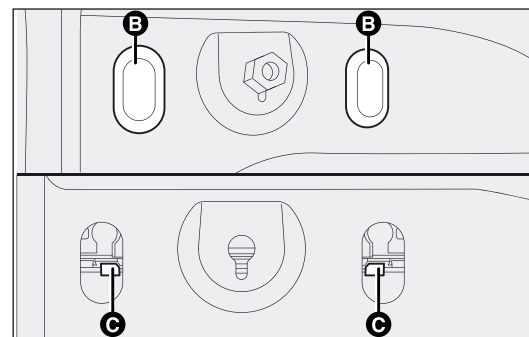

fig. 159
- ☐ bij uitvoeringen met achterdeuren; verwijder de rubber beschermdoppen B-fig. 159, druk op de borglippen C en verwijder de unit;